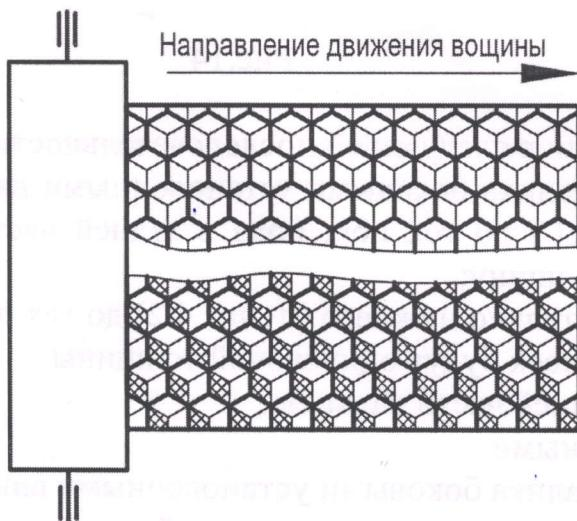

Рис.11
4.3.2. В задней части листа вощины ячейки правильные, а в передней вторые или третьи ромбы ячейки утолщенные (рис.11, 12).